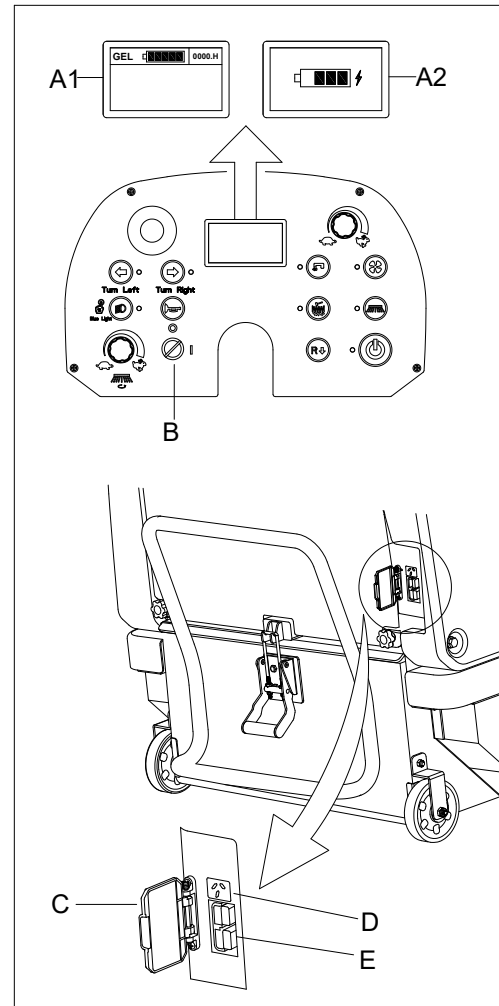

Figura 18
2. Lleve la llave de encendido (B, Figura 18) en la posición «O».
4. Abra la tapa de protección (C, Figura 18). Conecte el conector del cargador externo al conector (E, Figura 18) de la máquina. Cuando el cargador externo está conectado a la máquina, todas las funciones de la máquina se paran automáticamente.
8. Introduzca la llave de encendido (B, Figura 18) y colóquela en la posición «I». Controle el nivel de la batería en la pantalla multifunción (A1, Figura 18).
9. Abra la tapa de protección (C, Figura 18). Conecte el cable de alimentación al enchufe del cargador de a bordo (D, Figura 18) de la máquina, luego conecte el otro extremo del cable de alimentación a la toma de pared.
10. El estado de carga se puede comprobar en la pantalla multifunción (A2, Figura 18).
13. Introduzca la llave de encendido (B, Figura 18) y colóquela en la posición «I». Controle el nivel de la batería en la pantalla multifunción (A1, Figura 18).